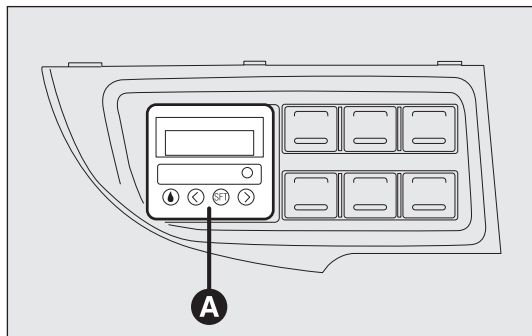

рис. 55
- цифровой таймер А – рис. 55 для включения отопителя вручную или для программирования времени его включения.